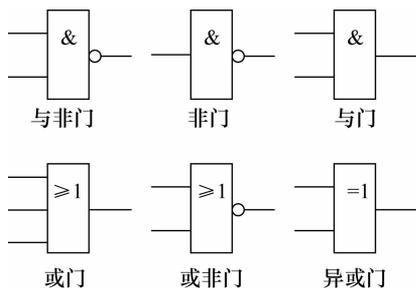

图 4-60 元件符号
(1) 绘制如图 4-60 所示的元件符号。元件符号尺寸不限，协调美观即可，引脚长度：20，输入引脚的电气特性为 Input，输出引脚的电气特性为 Output。